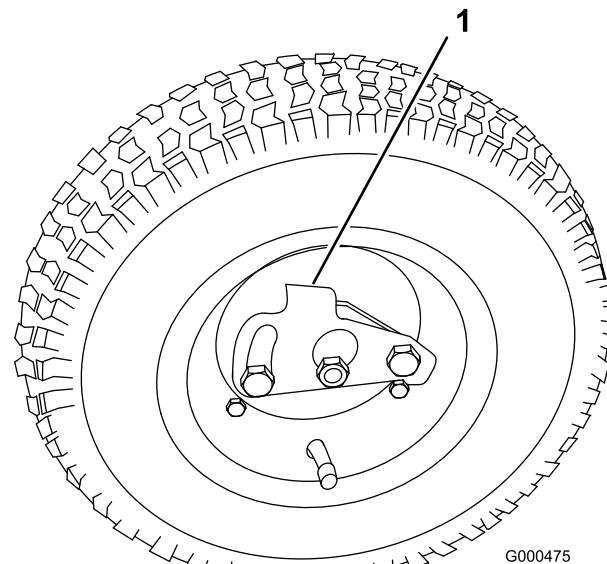

Figura 8
- Premete la clip di bloccaggio verso il centro della ruota, e collocate quest'ultima sull'albero esagonale (Figura 8).